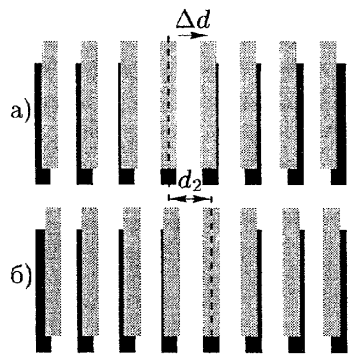

Рис. 11
3. Если внимательно рассмотреть рисунок 11, то можно увидеть, что при смещении более частой решётки (на рисунке серой) вправо на расстояние Δd , совпадающие полосы (середины светлой полосы) переместятся на расстояние d_2 в ту же сторону. Поэтому, если мы будем сдвигать решётку A относительно B и полосы будут «бежать» в том же направлении, то это будет значить, что $d_A < d_B$; если же полосы будут «бежать» в обратном направлении, то $d_A > d_B$.